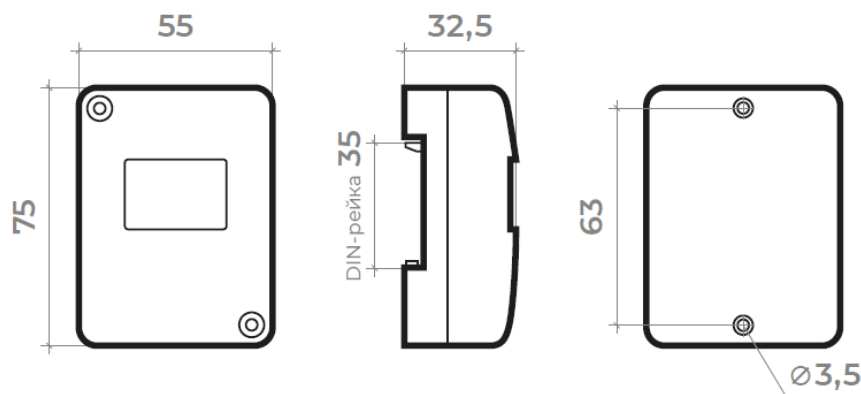

Рис.1. Габаритные и установочные размеры КТМ.
3.1.1. Габаритные и установочные размеры КТМ представлены на рис.1, схемы подключения на рис.2-3.